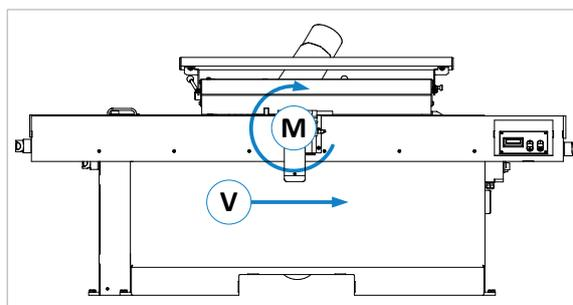

Figure 23 : sens de rotation et de marche
Important : Vérifiez également le sens de rotation de l'arbre porte-lames (M) et le sens de marche de l'avance (V), voir les flèches sur ⇒ Figure 23.